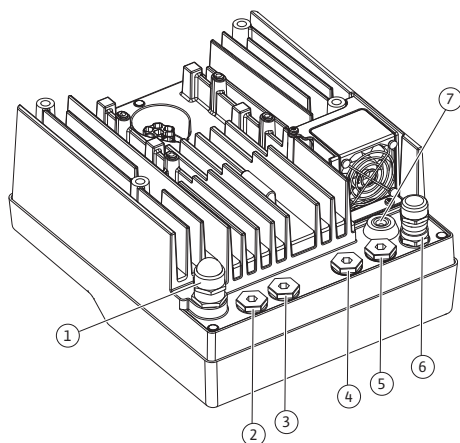
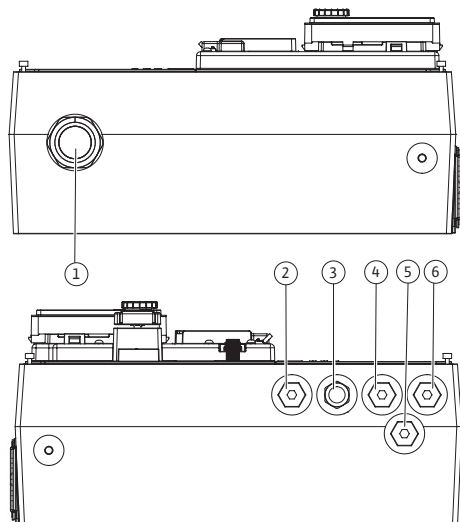

Fig. 21: Kabelschroefverbindingen/kabeldoorgangen (0,37 kW ... 7,5 kW)
Fig. 22: Kabelschroefverbindingen/kabeldoorgangen (11 kW ... 22 kW)
Op de elektronicamodule (Fig. 21) bevinden zich zes kabeldoorgangen naar de klemmenkast. De kabel voor de voedingsspanning van de elektrische ventilator op de elektronicamodule is af fabriek gemonteerd.
Op de elektronicamodule (Fig. 22) bevinden zich aan de ene kant vijf kabeldoorgangen naar de klemmenkast. De kabeldoorgang voor de voedingsspanning bevindt zich aan de andere
Kabelschroefverbindingen inclusief afdichtingen voor de kabeldoorgangen 2...5 (Fig. 21 en Fig. 22) worden als montageset bij het product geleverd.
4. Voer de aansluitkabel door de kabelschroefverbinding M25 (Fig. 21, pos. 1, bij 0,37 kW ... 7,5 kW) heen.
Voer de aansluitkabel door de kabelschroefverbinding M40 (Fig. 22, pos. 4, bij 11 kW ... 22 kW) heen.